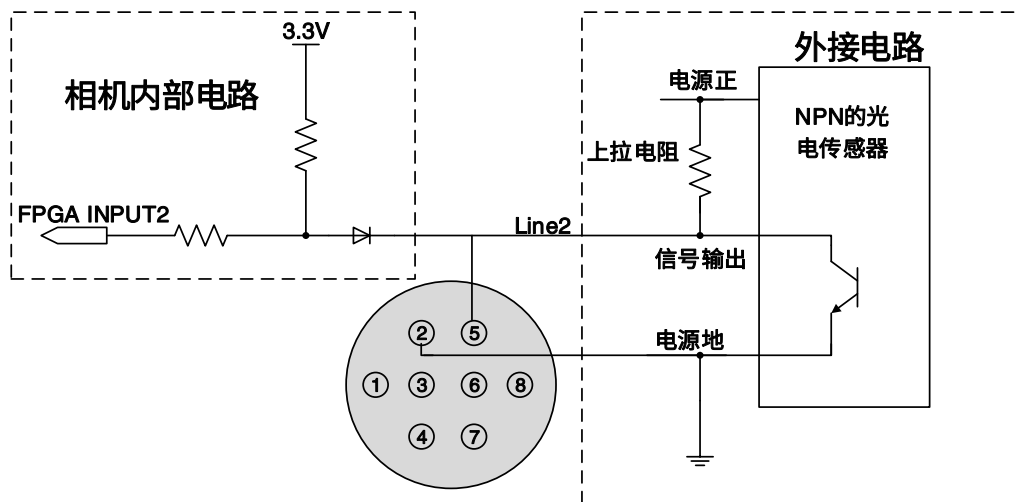
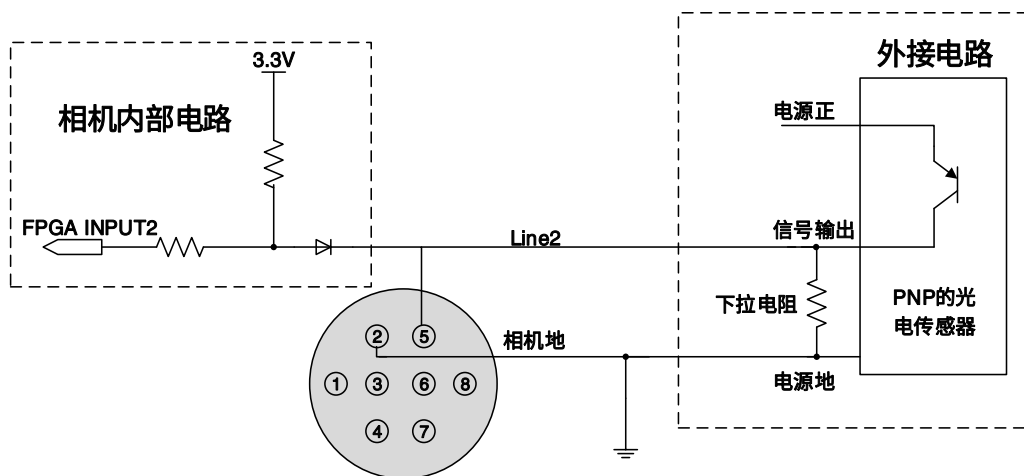

图 7-7 NPN 型光电传感器连接到 Line2 输入电路
图 7-8 PNP 型光电传感器连接到 Line2 输入电路
- 2) Line2 和 Line3 输入电路和 NPN 型、PNP 型光电传感器的连接方法见图 7-7 和图 7-8。上拉电阻阻值和外接电源电压的关系见表 7-3。